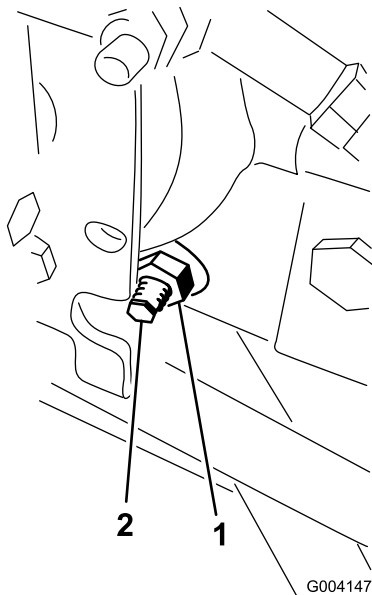

Figura 79
3. En el lado derecho del hidrostato, afloje la contratuerca de la leva de ajuste de tracción (Figura 79).